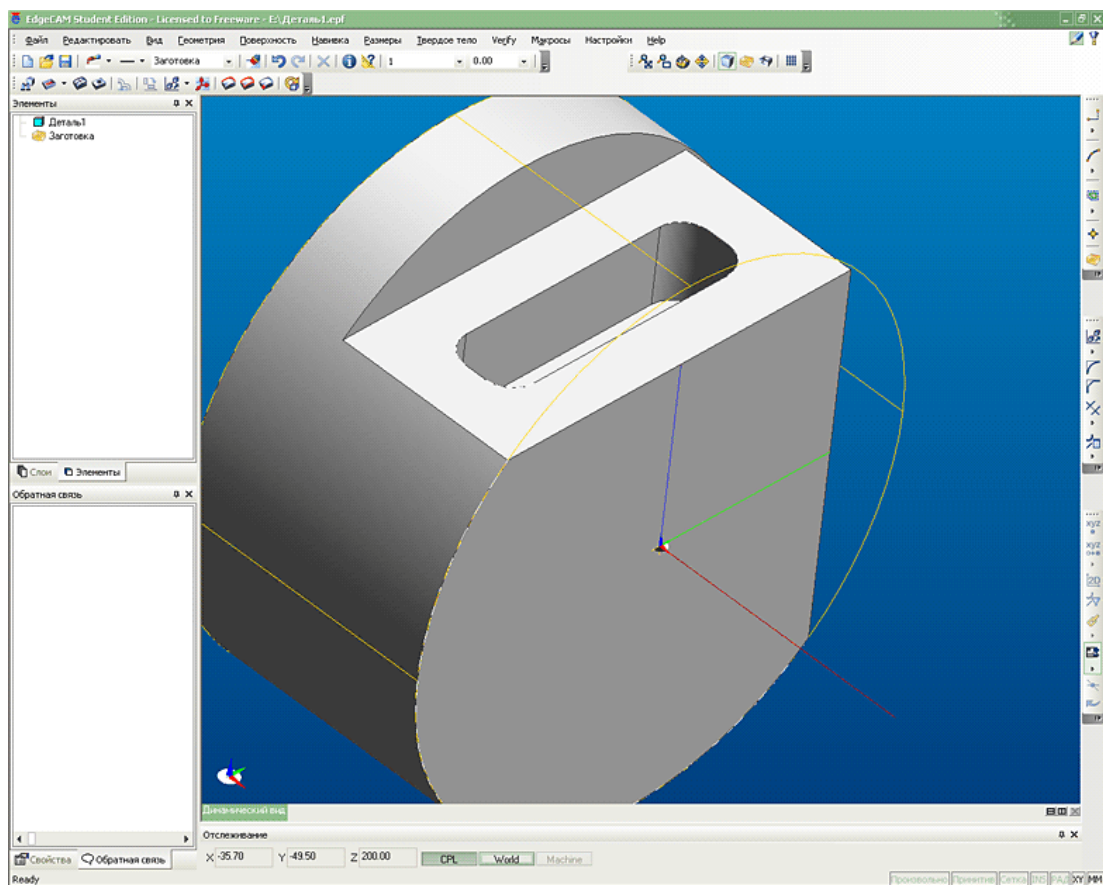
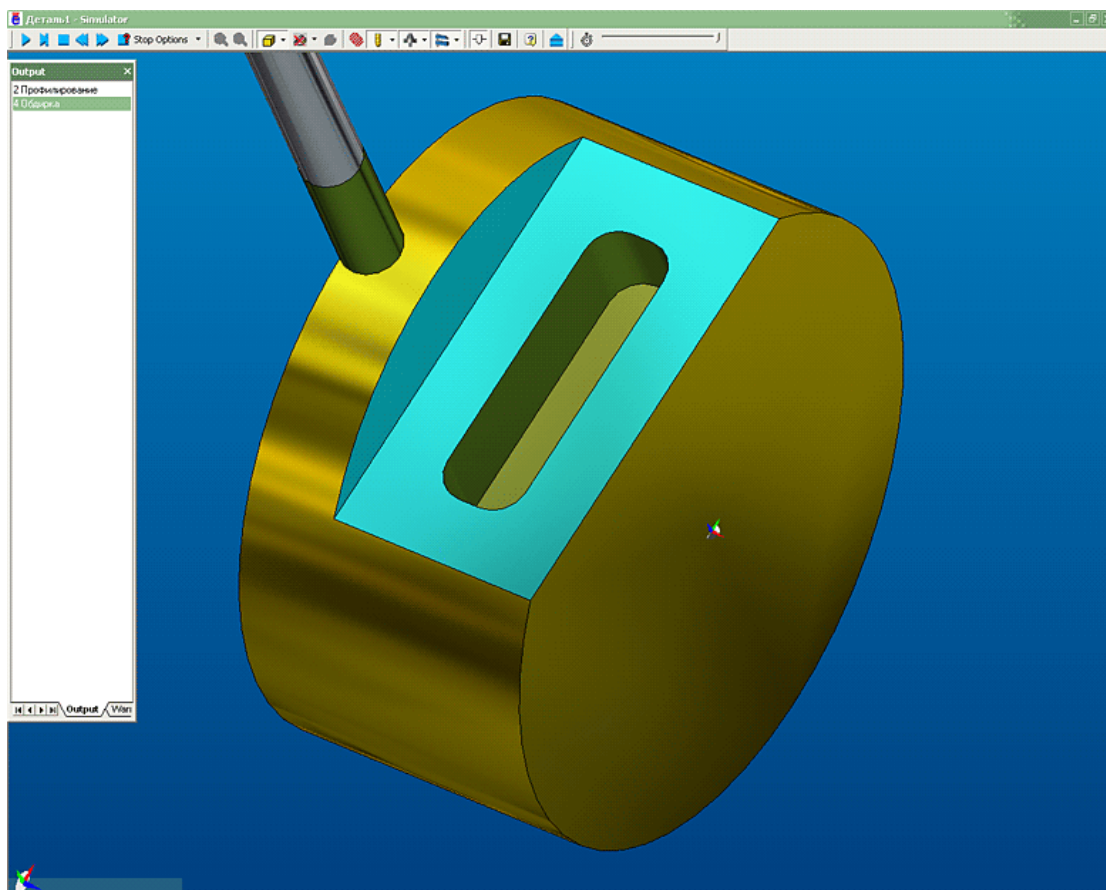

Рис. 7. Edgесam. Обработка детали с использованием 4-ой оси.
Рис. 8. Edgecam. Обработка детали с использованием 4-ой оси.
5. Обработка начинается с той стороны детали, на которую смотрит ось Z(рис.7). Обработка плоскости и кармана производится в точности, как и при обычной обработке без 4-ой оси, результат показан на рис.8.